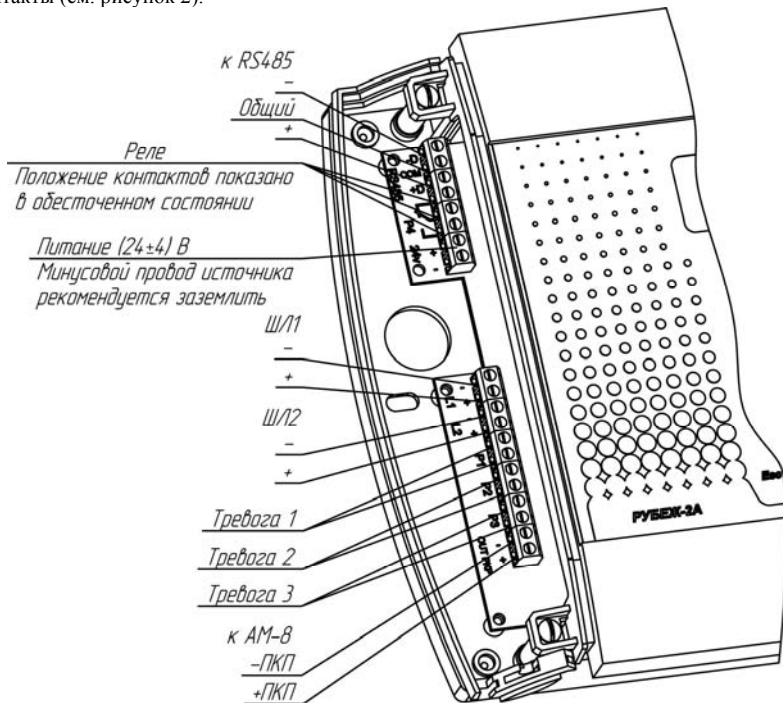

Рисунок 2- Расположение клеммных контактов
1.4.3 В приборе имеется четыре реле (см. рисунок 2):
1.4.9 Подключение к прибору питания, шлейфов сигнализации производится через клеммные контакты (см. рисунок 2).